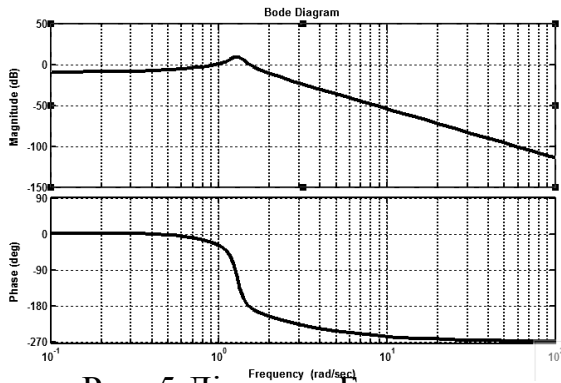
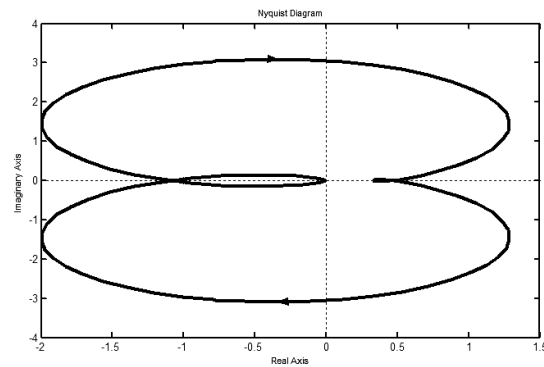

Рис. 5 Діаграма Бодє
Рис. 6. Частотний годограф Найквіста
4. Діаграма Бодє, що отримана за допомогою команди `bode(w)` і частотний годограф Найквіста, отриманий за допомогою команди `nyquist(w)` наведені на рис. 5 та рис. 6 відповідно.